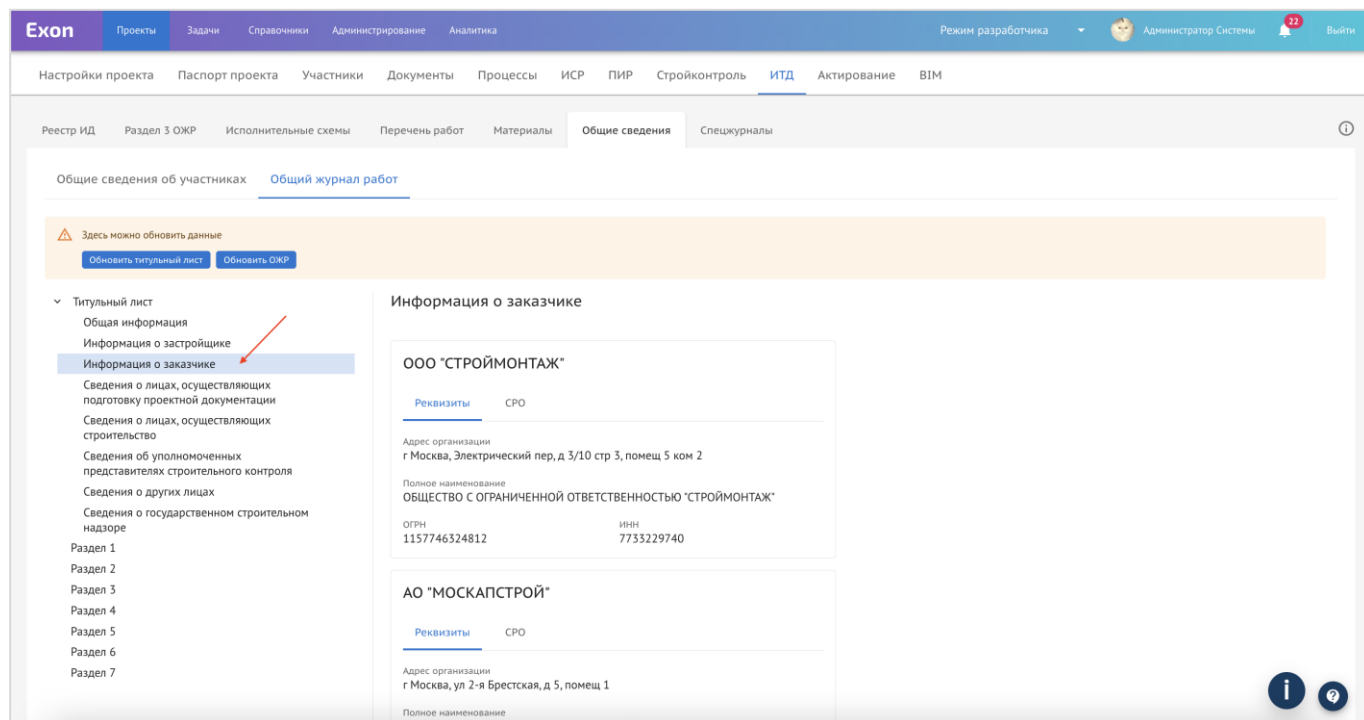

Рис. 11 – Информация о заказчике
4. **Информация о заказчике.** Данный блок формируется автоматически на основе вкладки «Участники», подтягиваются пользователи из организации с ролью «Технический заказчик» (рис. 11);